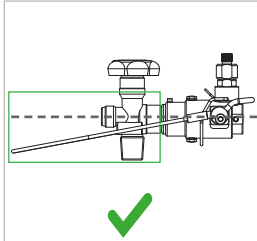
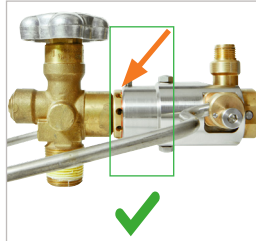
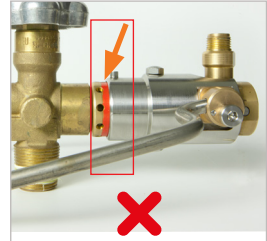

Abbildung 10
Abbildung 11
Abbildung 12
- ▶ Klappen Sie die Betätigungsbügel (Pos. 6) nach oben. Der Bügel muss sich leicht und ohne Kraftaufwand nach oben führen lassen. Das Drahtseil muss in seiner Endposition unterhalb der Waagrechten des Adapters liegen (*Abbildung 10*). Die rote Markierung am Vorderteil (Pos. 3) muss unter dem Gehäuse verschwinden und darf nicht mehr sichtbar sein (*Abbildung 11* und *Abbildung 12*).